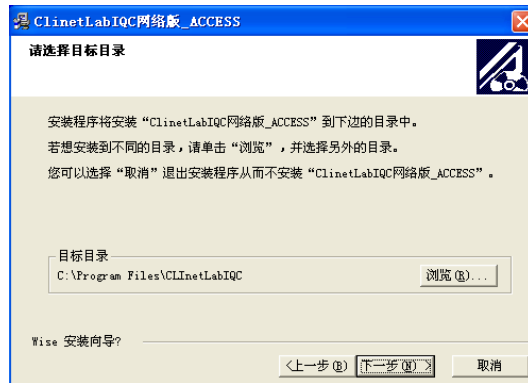

图 2-1-03 【请选择目标目录】对话框
4. 单击【下一步】按钮，，出现如图 2-1-03 所显示的【请选择目标目录】对话框。